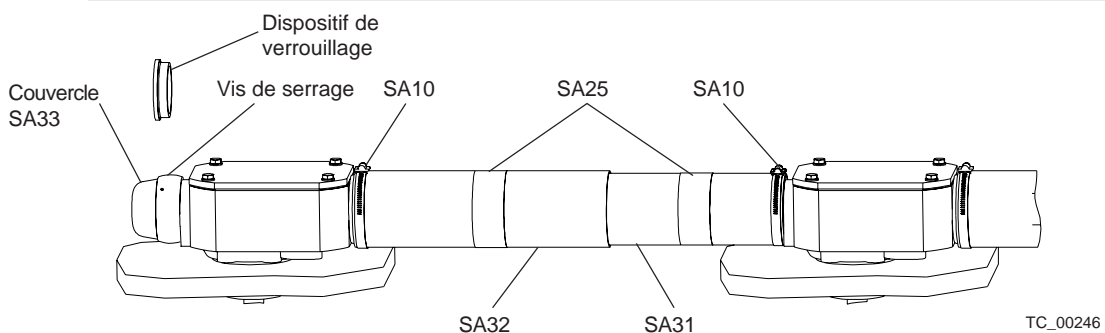

Fig. 48l.
- Introduire les deux tubes protecteurs sur les engrenages coniques; les fixer à l'aide de colliers de serrage SA10 (voir fig. 48l). Coller les plaques signalétiques autocollantes SA25 sur les tubes, à peu près au milieu de la longueur.
- Monter le couvercle SA33. Serrer les deux vis de pression (provenant du dispositif de verrouillage – voir fig. 48l).